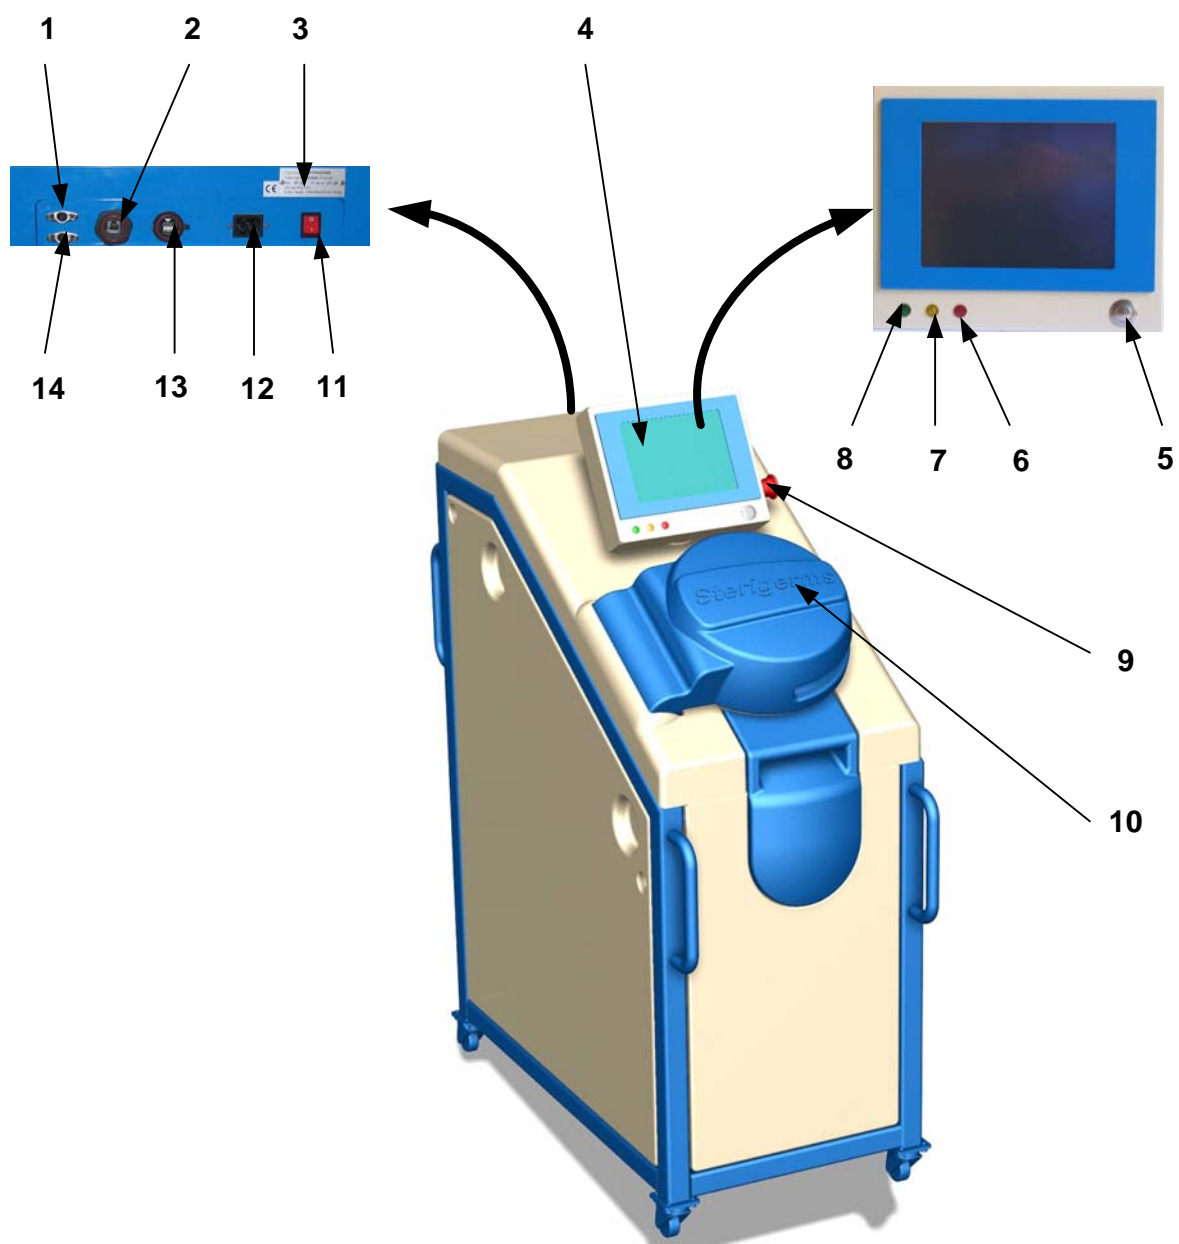

Figure 1 - STERIGERMS
1.1. Présentation (Figure 1)
- Vérifier que le coup de point d'arrêt d'urgence (9, Figure 1) situé sur la face latérale droite du pupitre de commande du STERIGERMS est en position sortie ; dans le cas contraire à l'aide de la clé, le réarmer puis récupérer la clé.
- Vérifier que le coup de point d'arrêt d'urgence (9, Figure 1) situé sur la face latérale droite du pupitre de commande du STERIGERMS est en position sortie ; dans le cas contraire à l'aide de la clé, le réarmer puis récupérer la clé